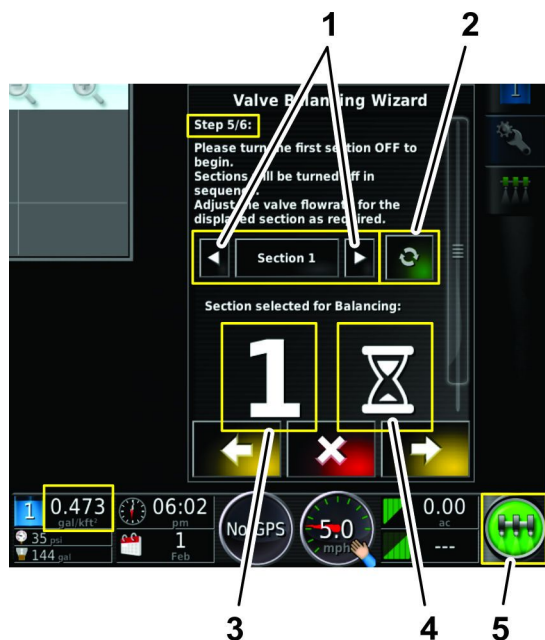

Bild 55
- Warten Sie, bis die GeoLink-Software die Durchflussmengenaktion verarbeitet hat (Bild 55).